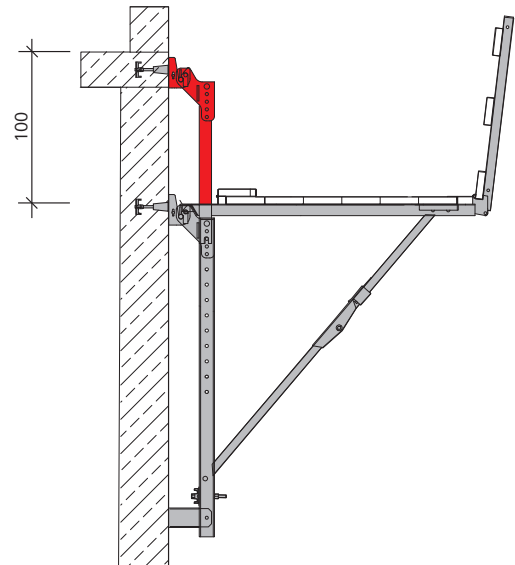

Fig. 14.2
2. Insérer le rail de réglage vertical 100 KAB par le haut. Fixer l'adaptateur sur le rail vertical. Attention : à cause du rail de réglage vertical, le nombre d'adaptateurs doit être doublé (Fig. 14.2).